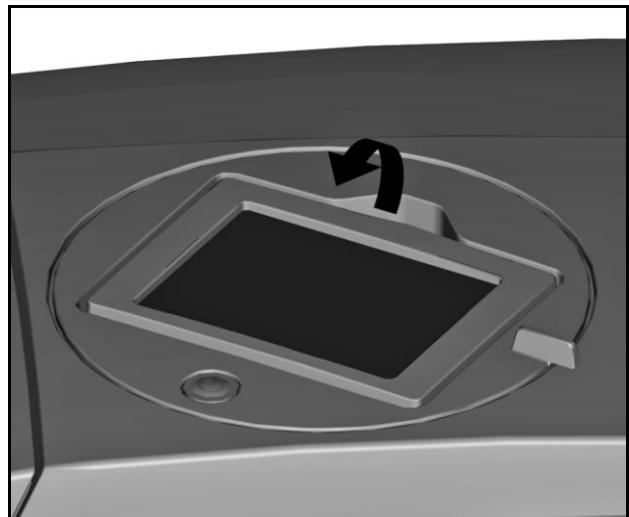

Figura 11      Painel tátil em posição inferior
- 1 Eleve o painel tátil até à posição desejada (consulte "Figura 11 Painel tátil em posição inferior").